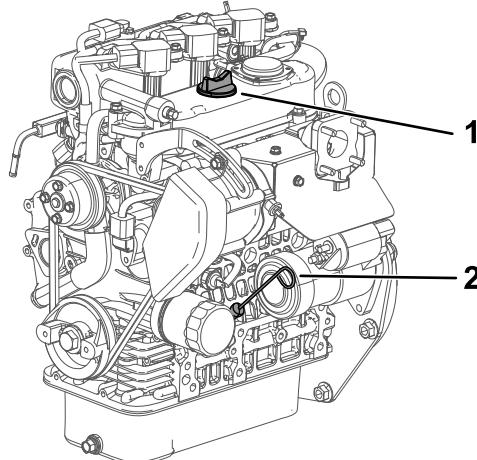

Рисунок 34
4. Выньте щуп и протрите его чистой ветошью (Рисунок 34).
5. Вставьте масломерный щуп в трубку и убедитесь, что он установлен до упора (Рисунок 34).
6. Извлеките масломерный щуп и проверьте уровень масла (Рисунок 34).
7. Если уровень масла низкий, снимите крышку заливной горловины (Рисунок 34) и долейте столько масла, чтобы поднять его уровень до отметки Full (Полный) на масломерном щупе.
8. Вставьте масломерный щуп до упора (Рисунок 34).